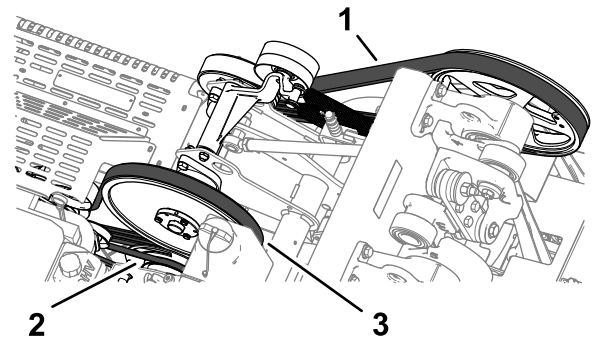

Bild 164
2. Untersuchen Sie die Riemen der Hydraulikpumpe, der Hubwelle und der Kurbelwelle (Bild 164) auf Schäden, Verschleiß, übermäßige Risse oder große eingedrückte Fremdkörper.